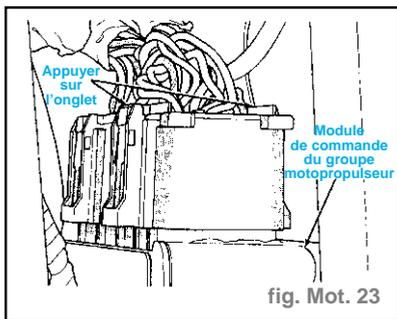

fig. Mot. 23
- Vérifier les connecteurs électriques à **40 voies** au module de commande du groupe motopropulseur (**PCM**) (fig. Mot. 23)